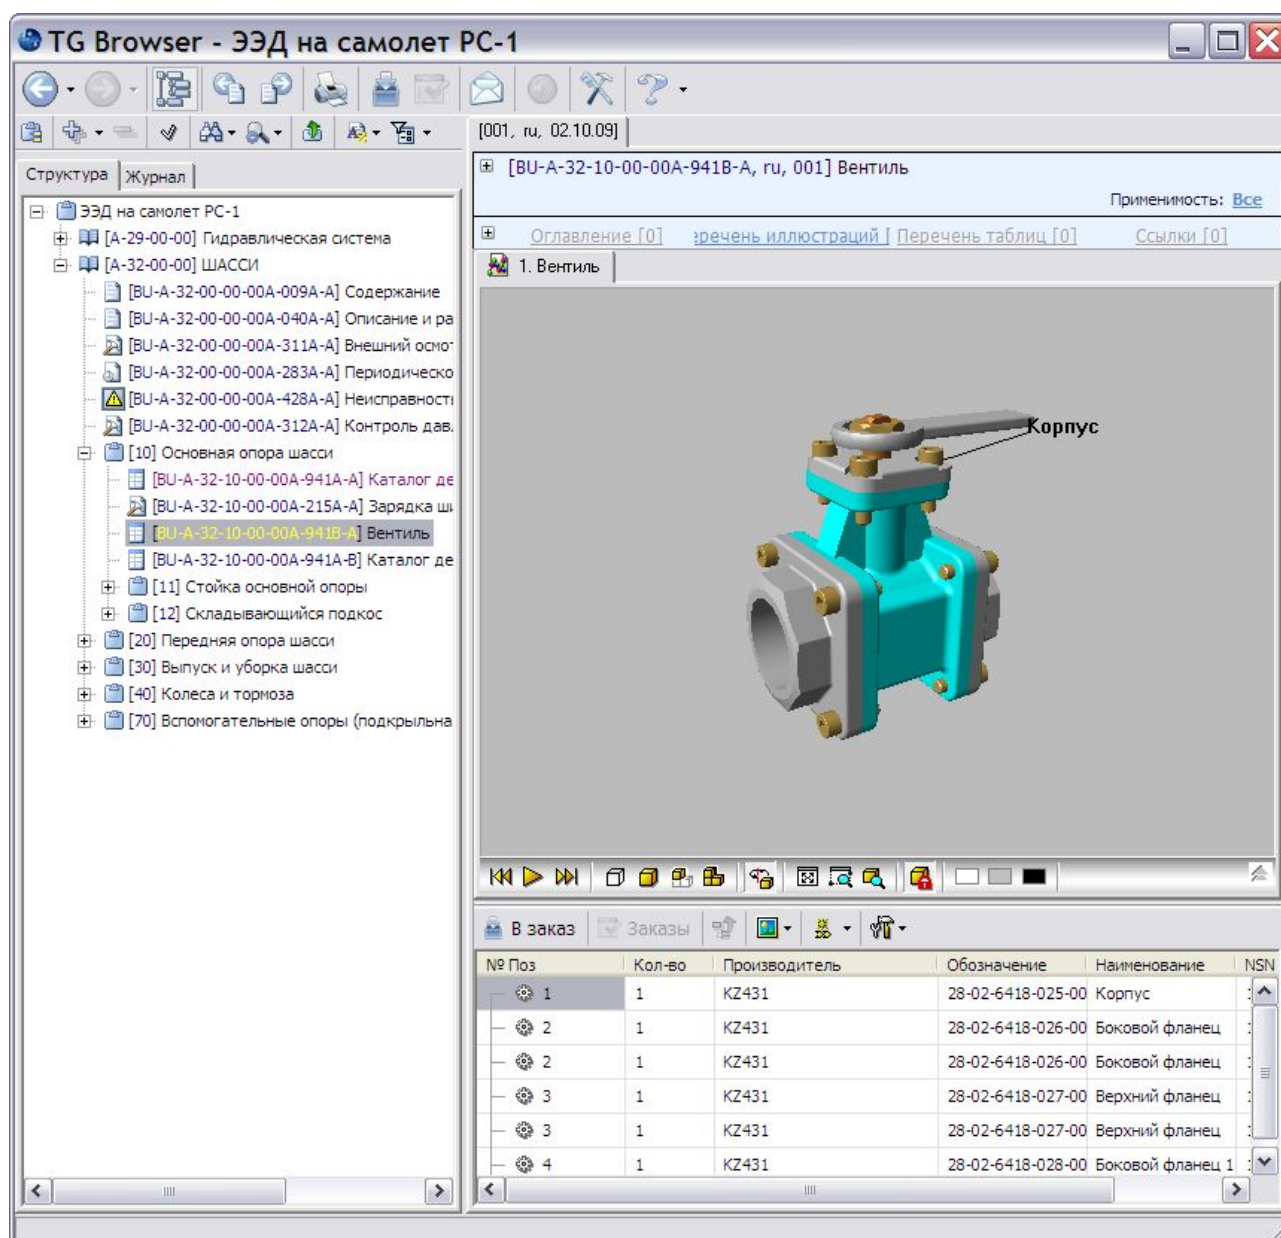

Рис. 4.70
5. На вкладке **Структура** найдите название модуля данных и щелкните по нему левой кнопкой мыши. Справа появится окно просмотра электронных каталогов (Рис. 4.70).
Выделите любую ячейку строки каталога с элементом «Корпус». При этом на 3D модели подсветится деталь с соответствующей выноской (Рис. 4.70). При выборе детали на 3D модели подсветится ячейка строки каталога с соответствующим элементом.